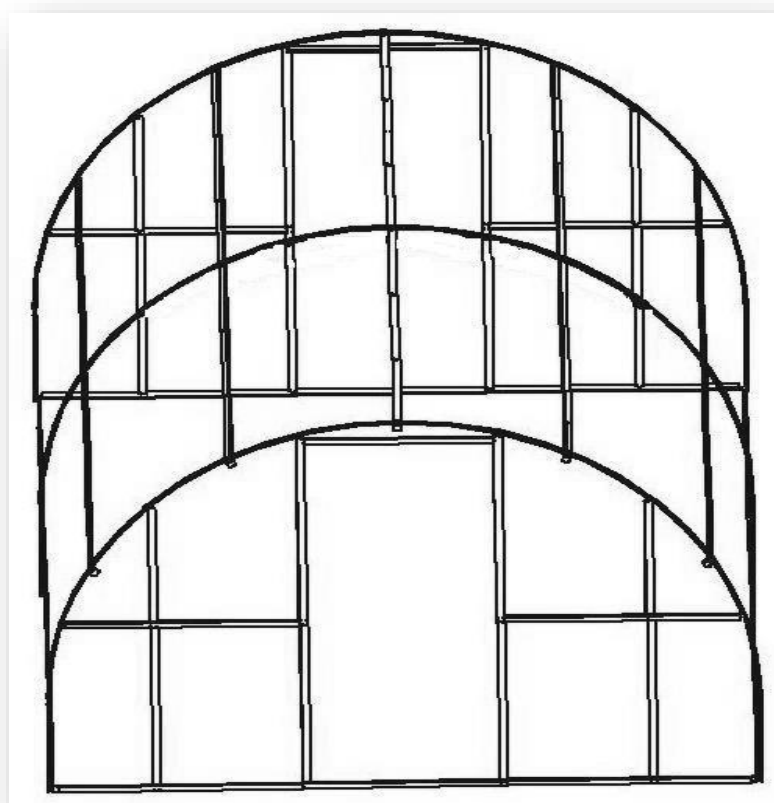

Рисунок 11
3.4.4 Установите остальные стрингеры аналогично пункту 3.4.3. (Рис.11)